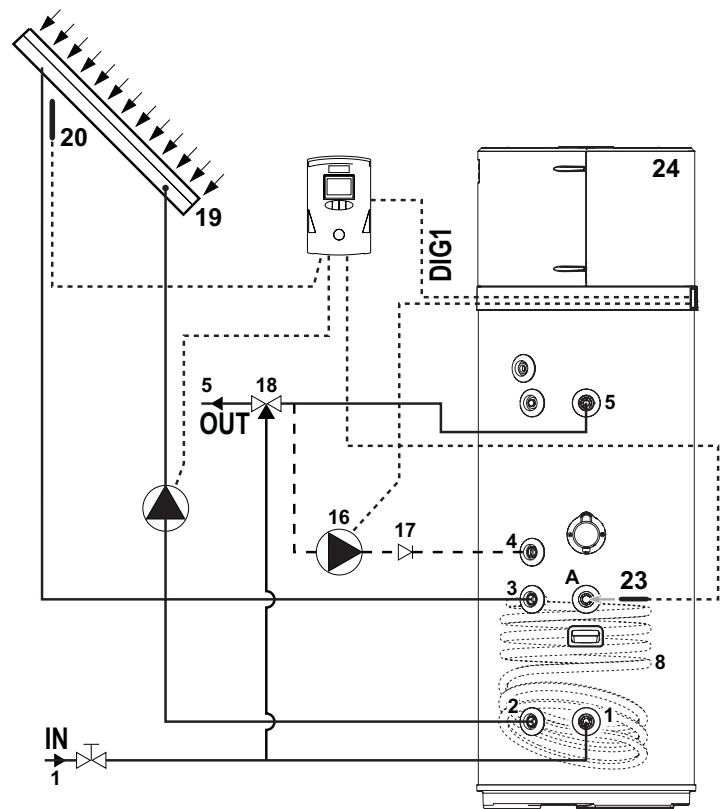
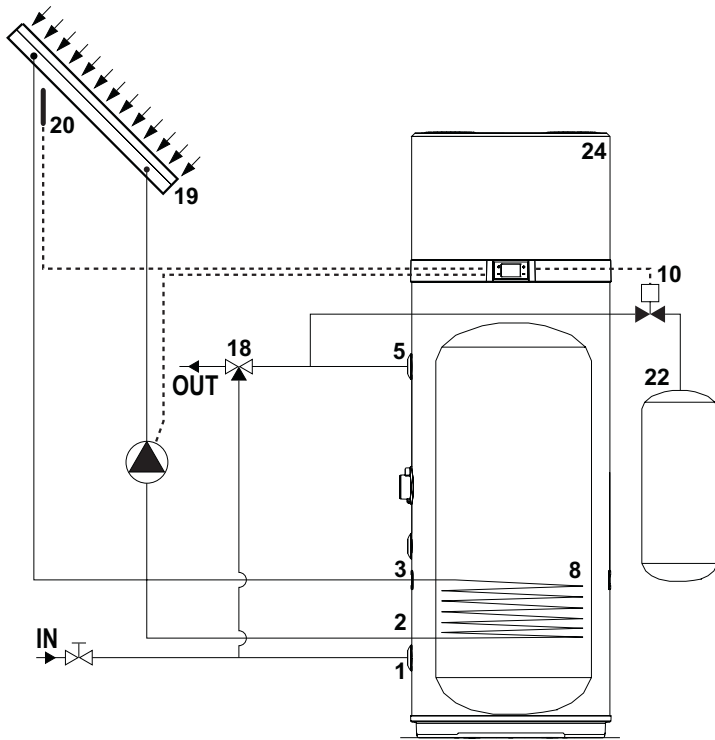
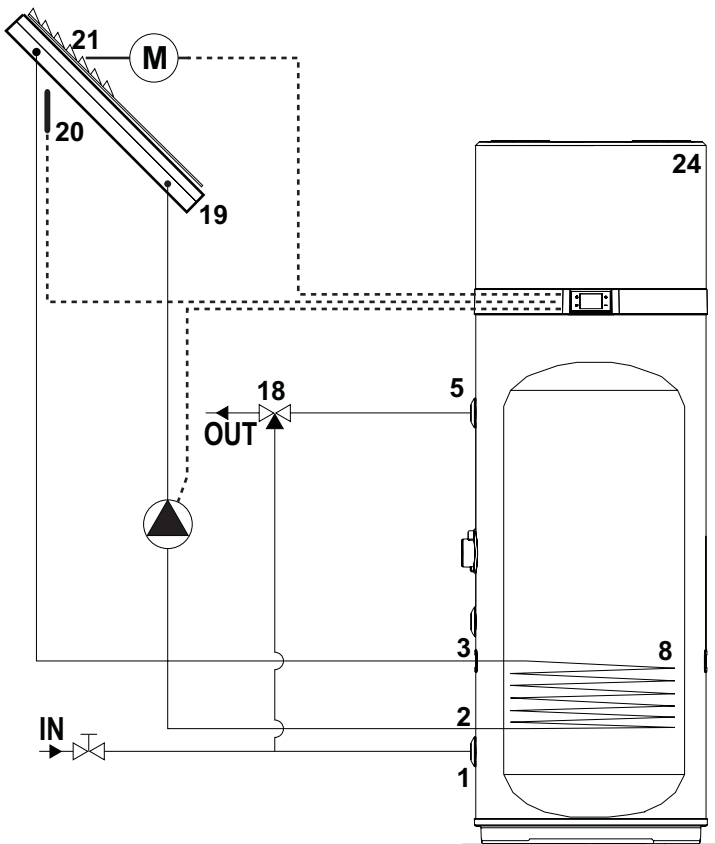

fig. 19
fig. 20
fig. 21
La figura siguiente (fig. 19) muestra cómo conectar el aparato a un sistema solar térmico controlado mediante centralita electrónica dedicada (no suministrada) que dispone de una salida de tipo "contacto limpio" que se debe conectar a la entrada DIG.1 del aparato (ver "5.7.1 Conexiones remotas").
Las figuras siguientes (fig. 20 y fig. 21) muestran cómo conectar el aparato a un sistema solar térmico controlado directamente por éste, sin el auxilio de una centralita electrónica dedicada.
En la configuración de fig. 20, en caso de sobretensión del colector solar, se activa una válvula de desagüe (no suministrada) para descargar el agua caliente contenida en el aparato en un acumulador sanitario (puffer).
En la configuración de fig. 21, ante la misma condición, se cierra la persiana del colector solar.
**Leyenda (fig. 19, fig. 20 y fig. 21)**